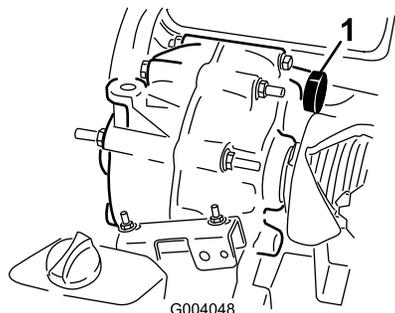

Рисунок 45
- Долейте в бак (Рисунок 45) через заливное отверстие приблизительно 1,4 л рабочей жидкости указанного типа или доведите уровень рабочей жидкости в трансмиссии до нижней части резьбы (Рисунок 44).